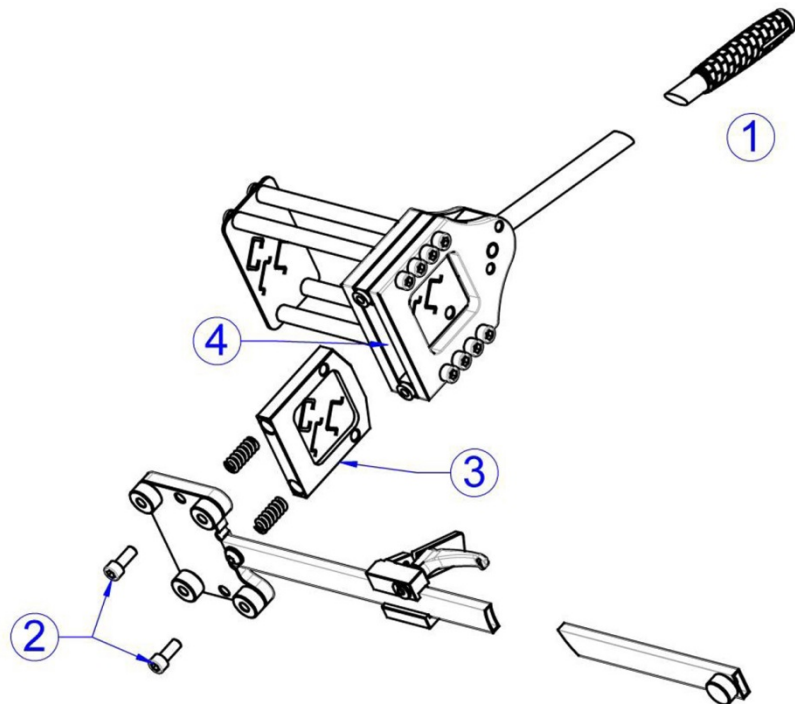

Abb. 9: Wartung der Scherplatte
- Betätigungshebel (Abb. 9, Pos. 1) vollständig nach hinten klappen.
- Die beiden M10 Schrauben (Abb. 9, Pos. 2) an der Unterseite des Geräts lösen.
- Scherplatte nach unten aus dem Gerät entnehmen (Abb. 9, Pos. 3).
- Den Innenraum (Abb. 9, Pos. 4) des Schneidgeräts reinigen und mit Druckluft ausblasen.